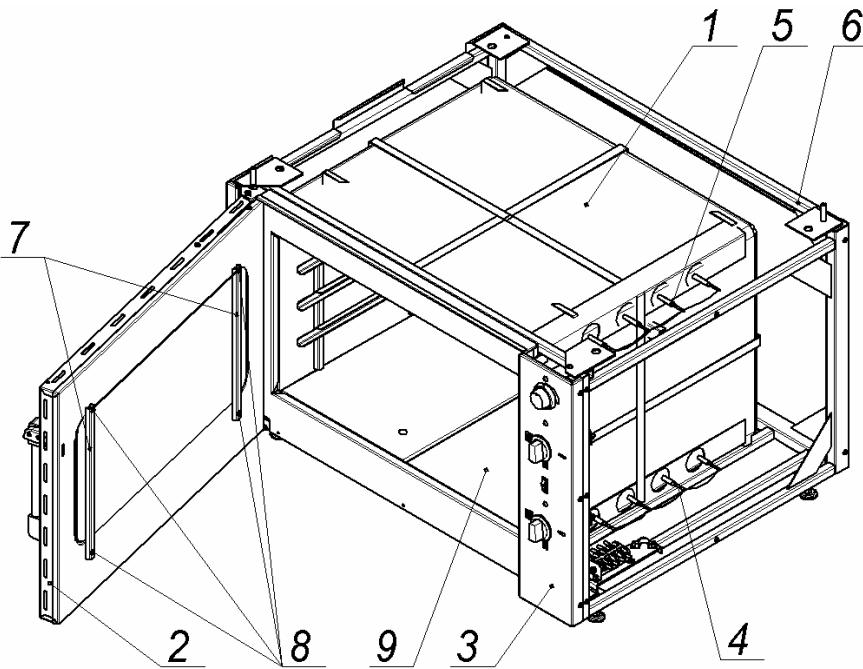

Рис.2
- Снять панель управления (рис.2, поз.3) или снять правую облицовочную панель;
- Открыть дверку и вынуть из камеры подовые короба (рис.2, поз.9);
- Снять панель управления (рис.2, поз.3) или правую облицовочную панель;